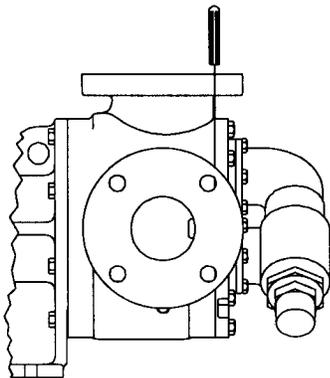

图20
6. 现在可以将泵盖装在泵上。将泵头顶部倾斜、稍稍离开泵体、直到扇形部分进入转子内径、转动惰轮、直到惰轮齿与转子齿啮合。使泵头和泵壳的标记（之前为确保正确回装而做的标记）对齐。确保在接口之间等距离装好与泵头偏心的惰轮销、使适当的液流通过泵。将顶盖六角螺钉（或尺寸为 Q 的螺母拧到螺栓上）。使用如图所示的塞尺检查端隙。见第 11页图20 如间隙错误、请参照第 11页调整泵头垫圈端隙。
如水泵位于管线内并且无法通过端口接触、取下泵头并移除垫圈。将泵头放回并按说明的方法测量间隙。见图20。确定泵头与泵壳的间隙后、选择一组垫片、厚度约为塞尺总厚度的 25%、再加上所需的端隙。参见第 10页图18。注：泵头向下拧紧时垫圈会压缩。取下泵头、安装所有垫圈和 O形密封圈、然后安装泵头。拧紧泵头六角螺钉、然后检查泵体、确保可用手自由翻转。